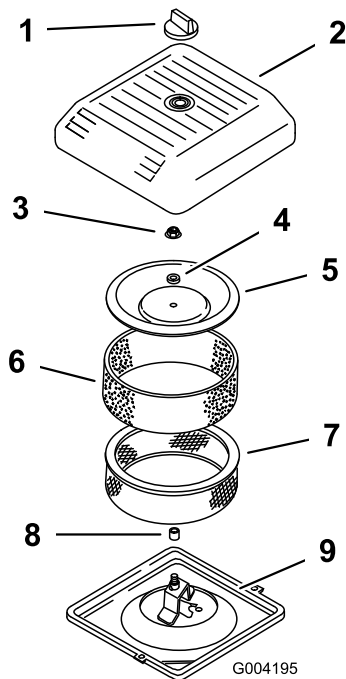

Bild 43
3. Schrauben Sie das Handrad ab und entfernen Sie die Luftfilterabdeckung (Bild 43).
4. Schieben Sie den Schaumvorfilter vorsichtig vom Papiereinsatz herunter (Bild 43).
5. Schrauben Sie die Abdeckungsmutter ab und nehmen Sie die Abdeckung und den Papiereinsatz ab (Bild 43).
2. Schieben Sie den Luftfilter auf das Luftfilterunterteil (Bild 43).
3. Setzen Sie die Abdeckung und das Distanzstück auf und befestigen Sie sie mit der Flügelmutter (Bild 43). Ziehen Sie die Mutter auf 11 N m an.
4. Setzen Sie die Luftfilterabdeckung ein und befestigen Sie sie mit dem Handrad (Bild 43).